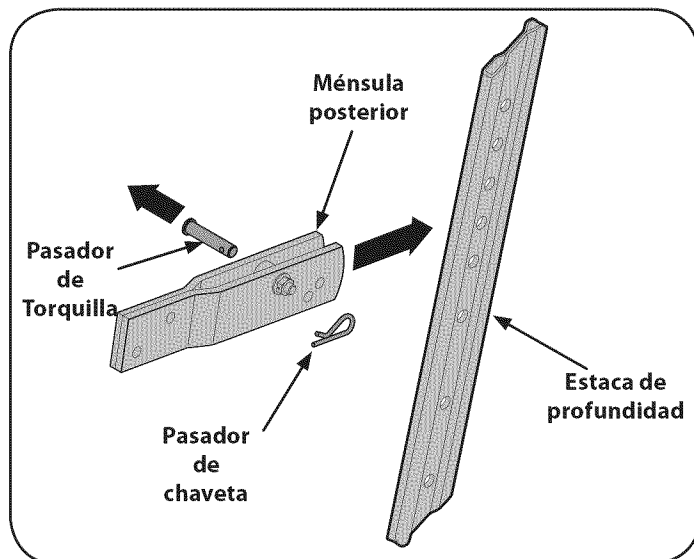

Figura 5
1. Desensamble el calibrador de profundidad. Vea la figura 5. Quédese con el pasador y el broche para reensamblarlos más tarde.